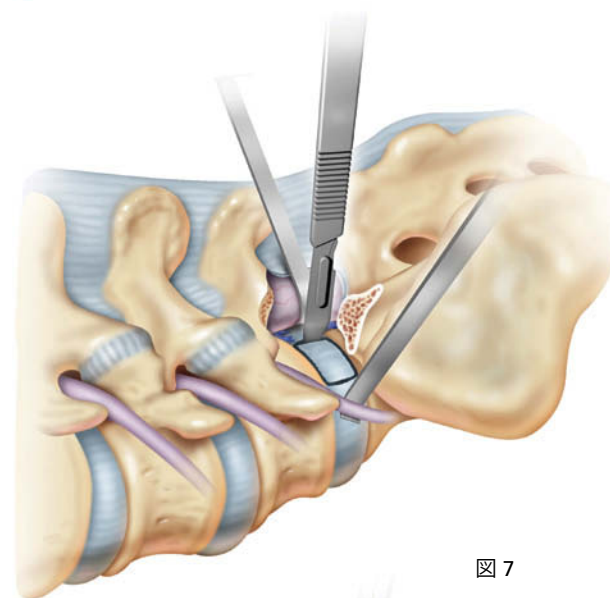
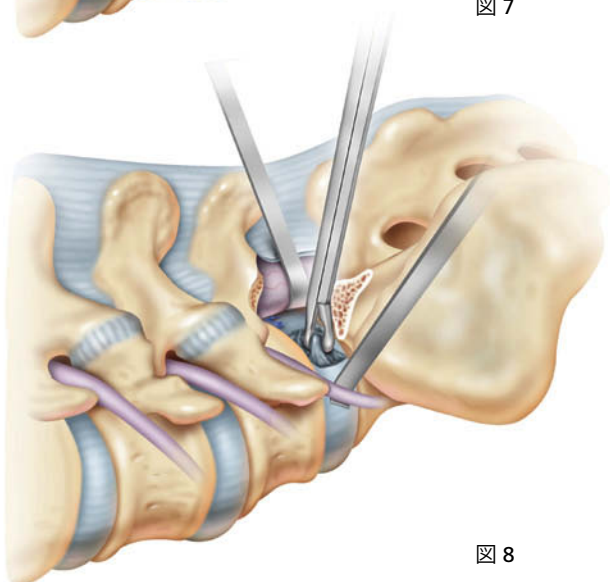

図 7
図 8
2. ボックス式の繊維輪切除を実施して、椎間板腔内に窓を作成してください(図7)。ボックス式の繊維輪切除の後に下垂体骨鉗子を用いて、髄核を除去し、最初のディスクプレッダーを挿入するためのスペースを作成します(図8)。